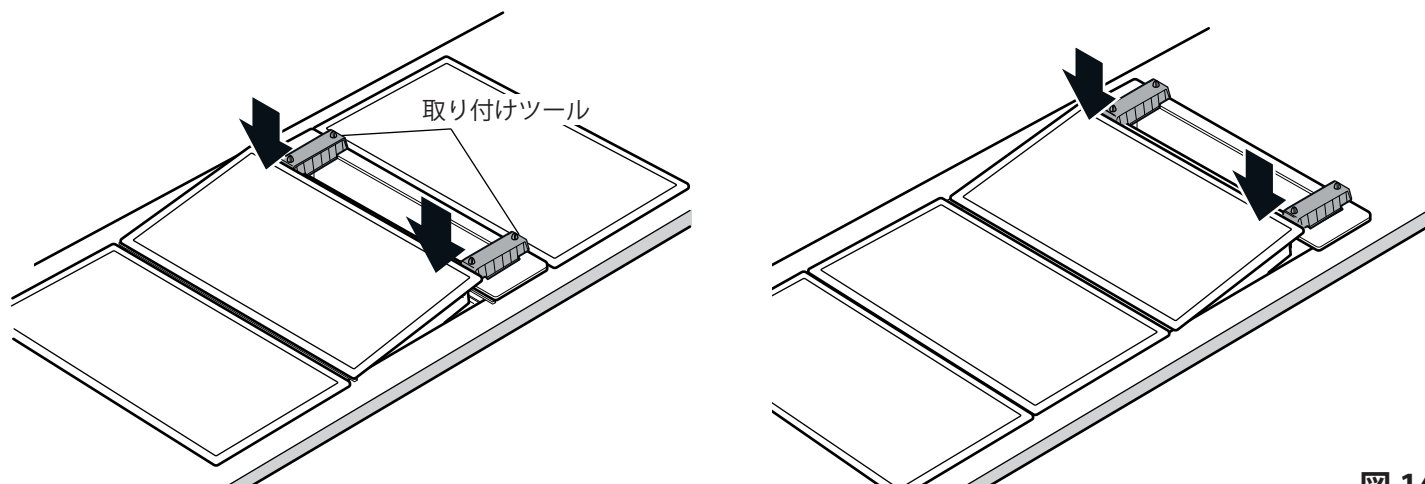

図14
5. 付属の取り付けツールを製品表面の吸い込み口に2個取り付けます。ベンチレーションの左右に取り付ける Vario 製品を斜めに置き、取り付けツールに滑らせるように上から押し込みます。(図14)